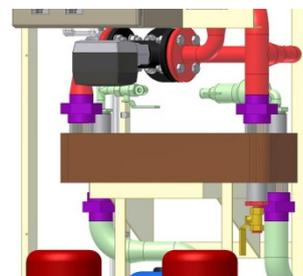

Рис. 6.2-2.
1. Слейте жидкость из первичного и вторичного контуров. Жидкость вторичного контура сливается через кран V163 (обозначен желтым цветом на рис. 6.2-2). Жидкость первичного контура сливается через краны V301 и V302 (см. схему размещения трубопроводов и КИП на рис. 4.2-2).
Отключите от блока соединения первичного и вторичного контуров (обозначены фиолетовым цветом на рис. 6.2-2). Соединения можно открутить при помощи накидного гаечного ключа.